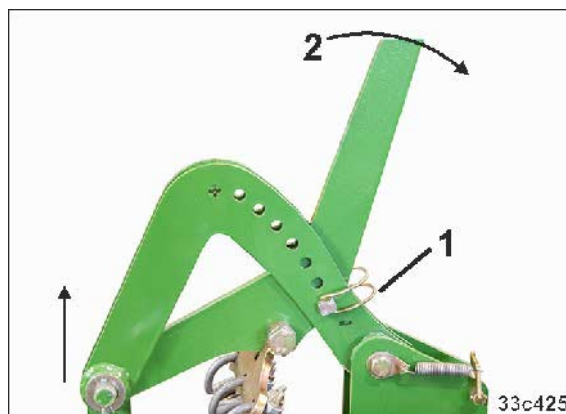

Fig. 182
- 3.3 Bevægelse af indstillingsarmen (Fig. 182/2) fremad
- 3.4 Sirk indstillingen med en split. (Fig. 182/1)